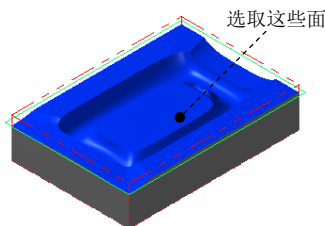

图 23.9 选取加工面
(1) 选取加工面。在图形区中选取图 23.9 所示的所有面 (共 16 个面), 然后按 Enter 键, 系统弹出“刀具路径的曲面选取”对话框。